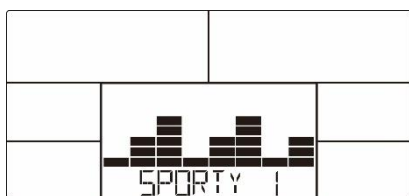

Bild 15
- Tryck UP eller DOWN för att välja mellan SPORTY-program 1~4 (bild 15) och tryck MODE / ENTER för att bekräfta.